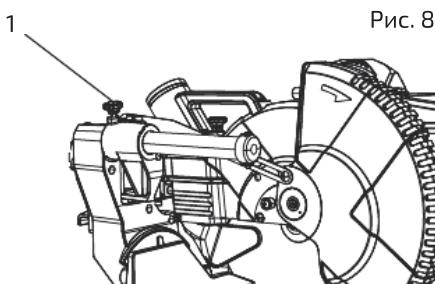

Рис. 8
После извлечения пилы из коробки ослабить ручку ее блокировки (1), расположенную слева от каретки (рис. 8).